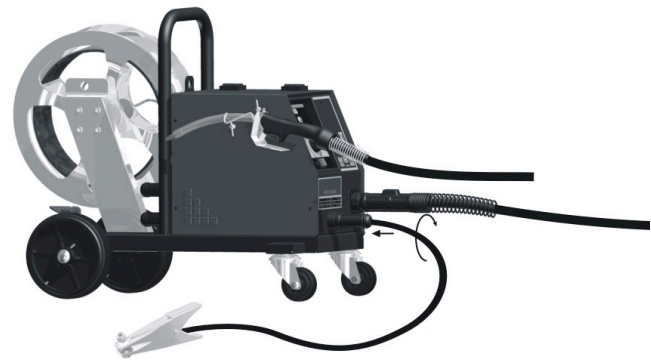

Fig. 7
5.3 – Conectar el cable de masa a la toma de masa de la devanadora insertando en suya conexión y rodando 90° (Fig.7). Apretar la pinza a la pieza a soldar lo más cercano del punto de soldadura verificando su correcto contacto eléctrico.